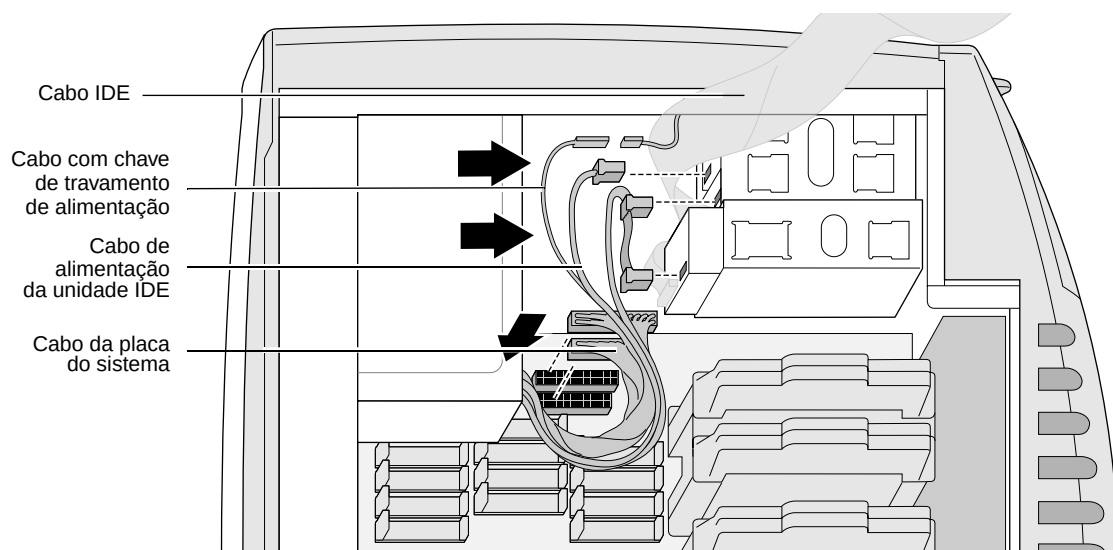

Figura 7-8 Reconectando os cabos de alimentação
- Reconecte os cabos de alimentação à placa do sistema mantendo as lingüetas dos conectores voltadas para cima. Esses conectores são de tamanhos diferentes, por isso não há como inseri-los incorretamente. Veja a Figura 7-8.